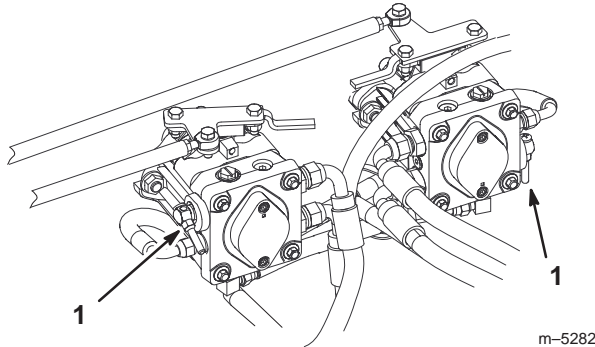

Bild 20
2. Drehen Sie die Bypassventile der Pumpe um zwei Umdrehungen entgegen dem Uhrzeigersinn. So kann das Hydrauliköl an der Pumpe vorbeiströmen, und die Räder können sich drehen (Bild 20).
1. Drehen Sie die Bypassventile im Uhrzeigersinn, bis sie festgezogen sind. Spannen Sie die Ventile nicht zu fest (Bild 20).